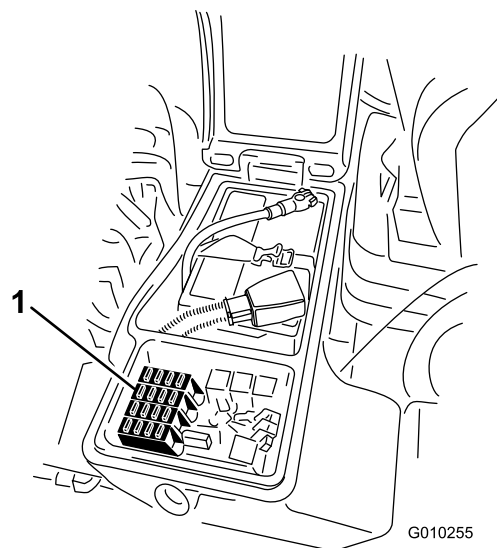

Figura 56
1. Afloje el enganche de la cubierta de la caja de almacenamiento derecha y eleve la cubierta (Figura 55) para exponer el bloque de fusibles (Figura 56).
2. Sustituya el fusible o los fusibles abiertos tal y como sea necesario (Figura 56).